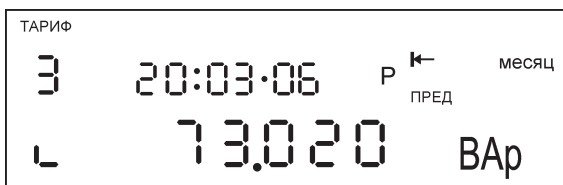
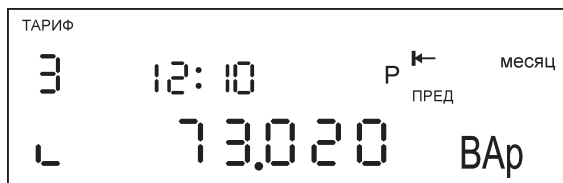

Рисунок 5.7
Рисунок 5.8
На рисунках показано максимальное значение (73.020 Вар) реактивной (P) отпущенной (←) мощности третьего канала вычислителя (L) зафиксированное по третьему тарифу (тариф 3) 20 марта 2006 года (20:03:06) (рисунок 5.7) с началом времени усреднения 12 часов 10 минут (12:10) (рисунок 5.8). Дата и время отображаются попеременно с интервалом 2 с. Если значение дня даты равно нулю значит, максимум в данном месяце по данному тарифу зафиксирован не был.